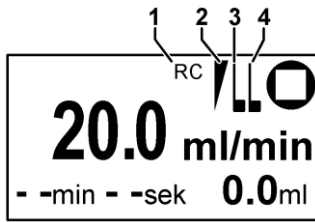

Fig. 54: Hauptanzeige RC
Bei eingeschalteter externer Ansteuerung wird dies im Display der Hauptanzeige mit dem Symbol „RC“ (1) (siehe Fig. 54) angezeigt.